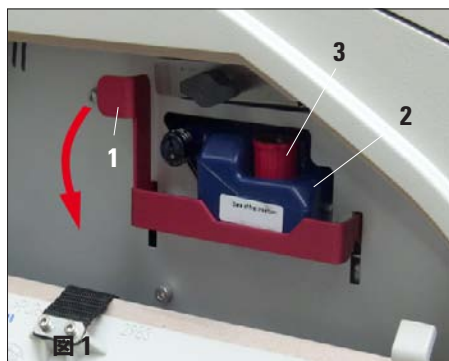

図 1
- プリンターの左側のドアを開け、赤の保持ブラケット（1、図 1）を下に押し、インクカートリッジ（2、図 1）を約 30 mm、「Ink Empty」LED が点灯するまで引き出します。
- 赤の保護キャップ（3、図 1）をインクカートリッジの収納部から取り出し、カートリッジにねじ込みます。その後、インクカートリッジを取り外します。